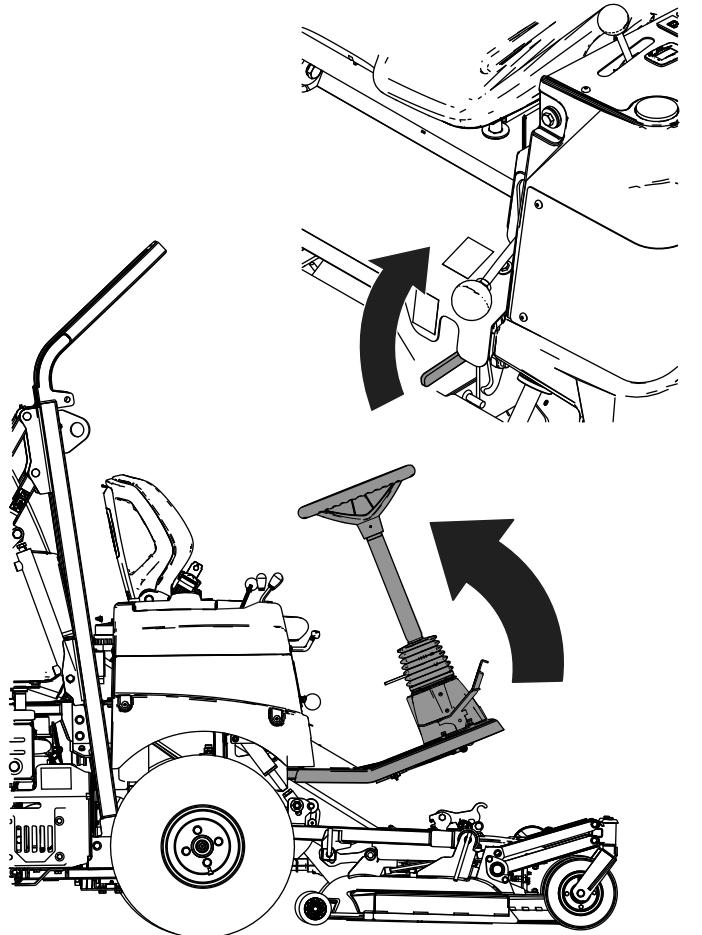

Figura 88
7. Sollevate la piattaforma dell'operatore e innestate la leva di blocco (Figura 88).